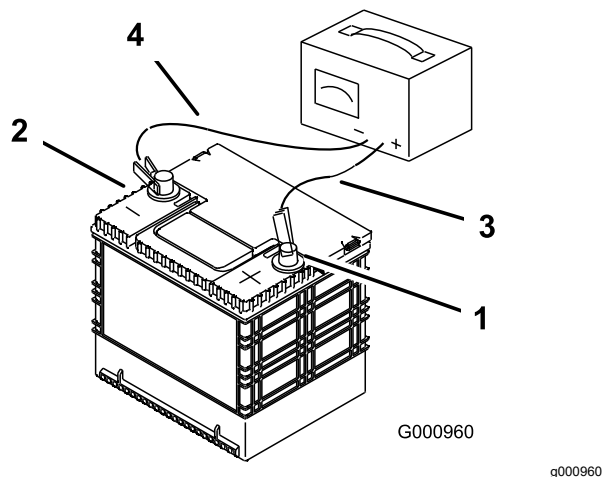

Figura 51
3. Cuando la batería esté completamente cargada, desconecte el cargador de la toma de electricidad, luego desconecte los cables del cargador de los bornes de la batería (Figura 51).